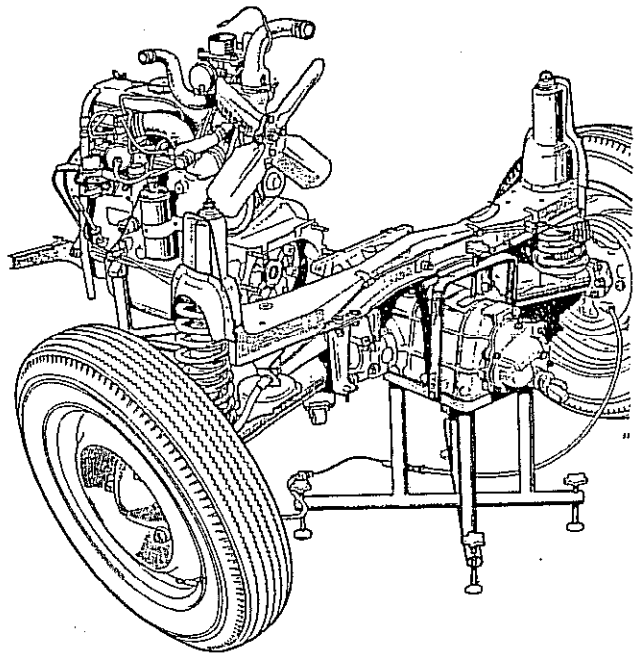

Fig. 36
- Otro Fijo (de altura regulable) Fig. 36 para desmontar la caja-puente del motor.